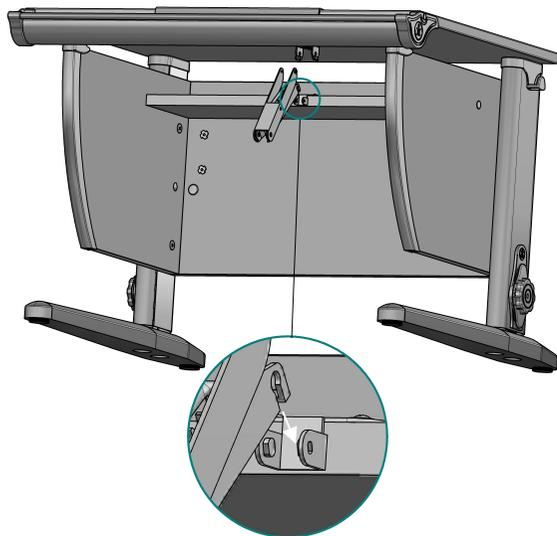

Рис. 19
4.7.1. Фиксатор столешницы BED HINGE DELTA 200 (поз. 1, пакет №9) нижней частью ввести в кронштейн DL214, верхней в кронштейн DS252, согласно рис. 19; 19а; 19б.
Рис. 19а